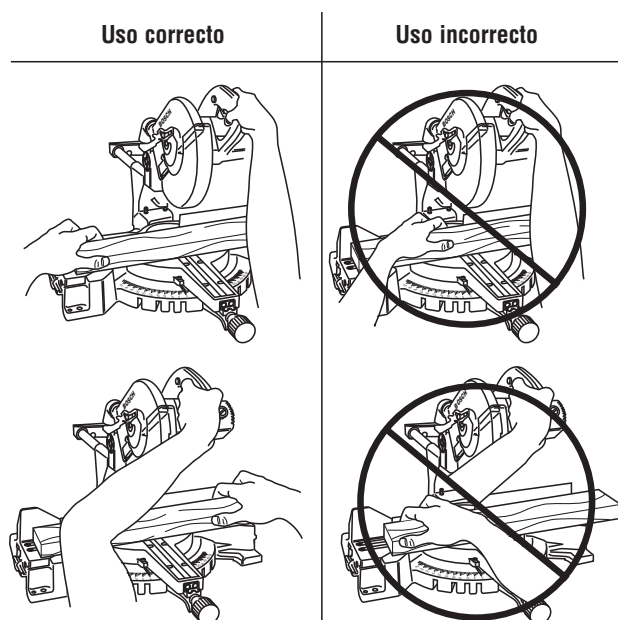

Figura 18. Posiciones de las manos
**⚠ ADVERTENCIA** Posicione el cuerpo y las manos de modo adecuado para hacer que las operaciones de corte sean más fáciles y seguras. Siga las instrucciones siguientes (Figura 18).